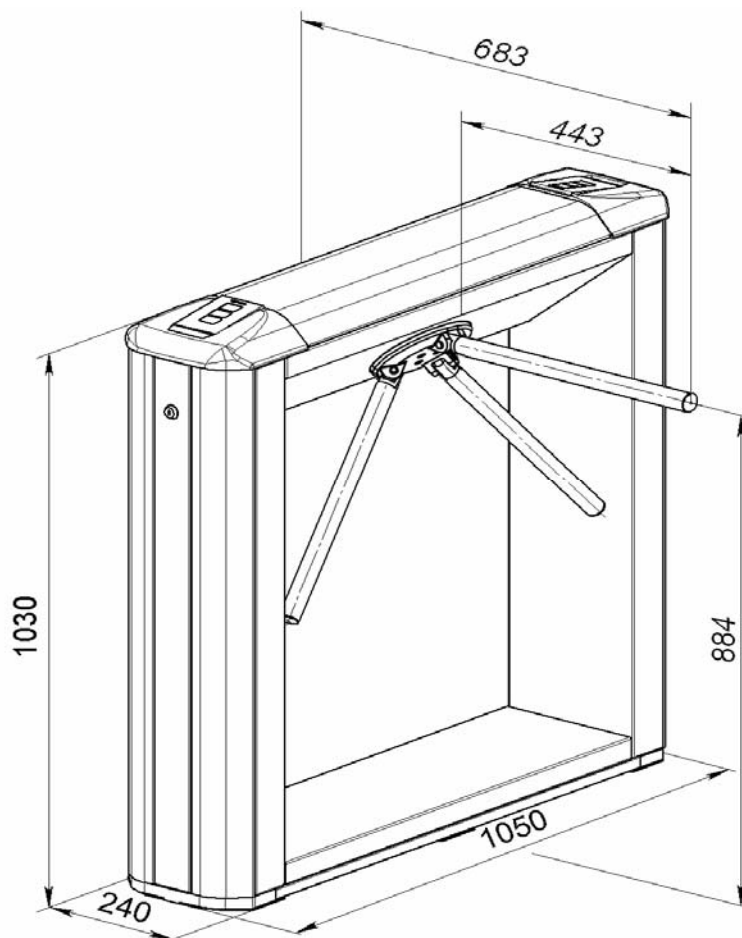

Рисунок 1 Габаритные размеры турникета
Стойка крепится к полу четырьмя анкерами через отверстия в основании (2). Габаритные размеры турникета показаны на рис. 1.